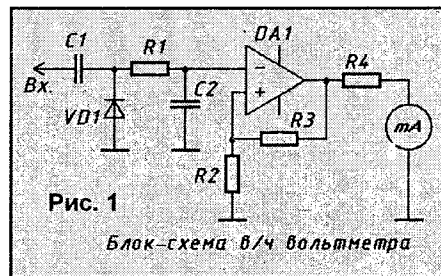

Рис. 1
4. В то же время, если применить идею, предложенную в (Л4), шкала прибора линеаризуется. Измеряемое высокочастотное напряжение выпрямляется диодом VD1 в выносном щупе и через резистор R1 поступает на вход УПТ, выполненного на операционном усилителе DA1. Из-за наличия в отрицательной обратной связи диода VD2 усиление УПТ при малых напряжениях компенсируется, и шкала прибора становится линейной (блок-схема **рис.1**).